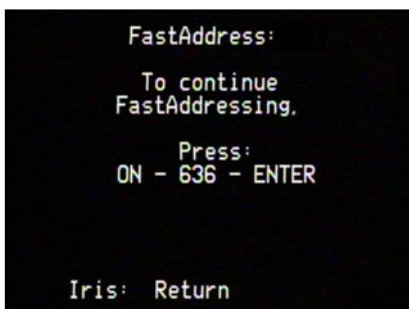

Figure 3: FastAddress, continue
3. Appuyez sur « ON-26-ENTER ». Vous verrez apparaître l'écran représenté à la FIGURE 3. À ce point, toute caméra dont l'ID ne commence pas par 26 sort du mode *FastAddress*.